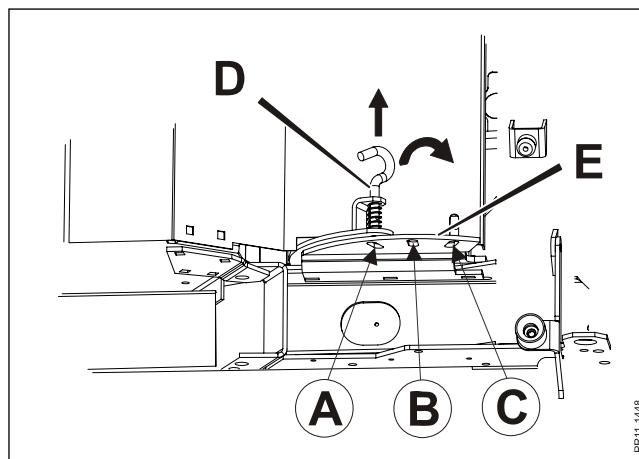

Fig. 3-13
Fig. 3-13 La distance entre la tôle du conditionneur et le rotor est modifiée en déplaçant la poignée **D** vers un des deux autres trous dans le secteur **E**. Si la poignée est placée en position (A), la distance entre la tôle du conditionneur et les doigts de conditionnement est courte, en position (B), cette distance est moyenne et en position (C) cette distance est grande.